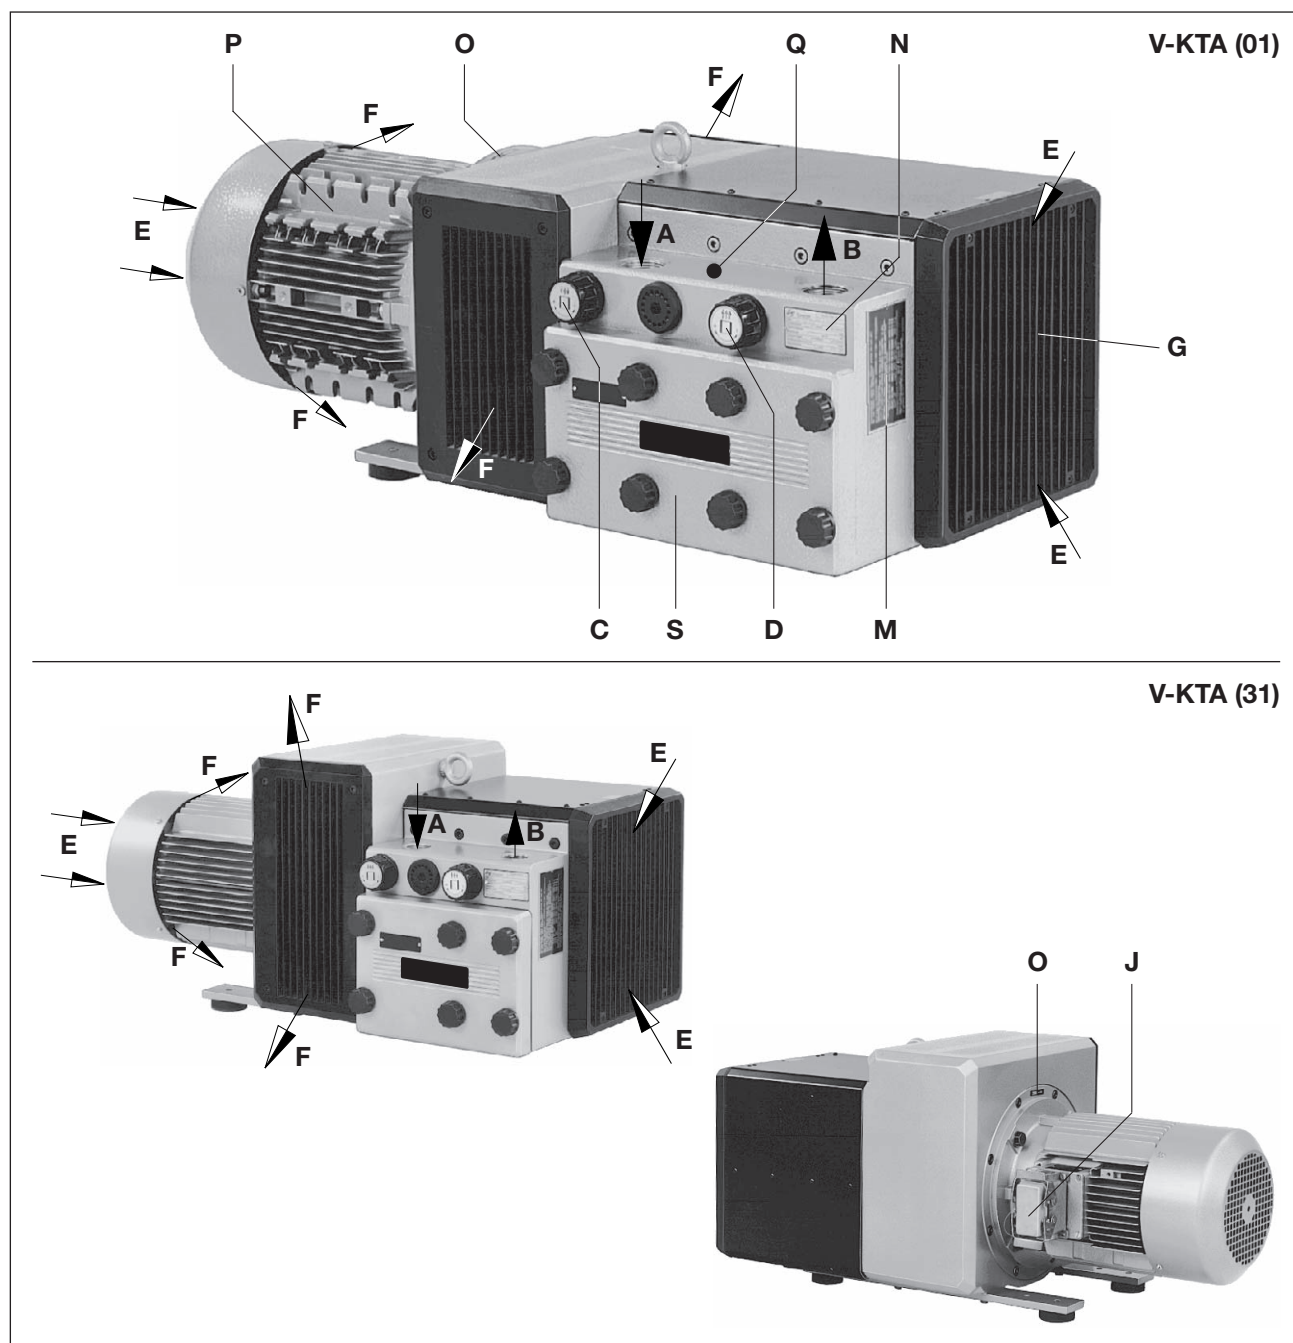

Fig. 2 Pompa combinata vuoto-pressione V-KTA
La portata volumetrica nominale è di 60, 80, 100 e 140 m³/h a 50 Hz. I limiti di carico (bar) sul lato pressione e aspirazione sono indicati sulla targhetta dati (Fig. 2/N). Il foglio dati D 452 e D 453 indica la dipendenza della portata volumetrica dalle sovrapressioni.
Il corpo del filtro (Fig. 2/S) deve essere facilmente accessibile.
Gli ingressi (Fig. 2/E) e le uscite (Fig. 2/F) dell'aria di raffreddamento devono avere una distanza di almeno 30 cm dalle pareti vicine. L'aria di raffreddamento fuoriuscita non deve essere riaspirata. Per i lavori di manutenzione deve essere prevista una distanza di 40 cm prima del corpo del filtro (Fig. 2/S) e la griglia di aspirazione (Fig. 2/G).
- a) Collegamento vuoto (Fig. 2/A) e collegamento pressione (Fig. 2/B).
Gli ambiti di pressione e vuoto necessari possono essere impostati con la valvola di regolazione della pressione (Fig. 2/D) e del vuoto (Fig. 2/C) in base alla targhetta simboli della manopola di regolazione.
- a) I dati elettrici del motore sono indicati sulla targhetta dati (Fig. 2/N) o sulla targhetta dati motore. I motori sono conformi a DIN EN 60034 e sono eseguiti con classe di protezione IP 55 e classe isolamento F. Lo schema di collegamento è situato nella morsettiera del motore (non si applica nella versione con collegamento a spina). I dati del motore devono essere confrontati con quelli della rete di alimentazione usata (tipo corrente, tensione, frequenza di rete, amperaggio ammesso).
- b) Collegare il motore attraverso il connettore a spina (Fig. 2/J) ossia l'interruttore magnetotermico (per la protezione dell'interruttore magnetotermico e dello scarico di trazione del cavo di collegamento è necessario prevedere un pressacavo). Consigliamo di usare interruttori magnetotermici con disattivazione ritardata, dipendente da un ev. sovraccarico. Sovraccarichi di breve durata possono verificarsi se si avvia la macchina a freddo.
Durante il funzionamento, le superfici dei componenti (Fig. 2/Q) possono superari i 70°C. Evitare di toccare le superfici calde (contrassegnate da appositi cartelli)!
I sacchetti essiccanti posti nella scatola del filtro (Fig. 2/S) devono essere tolti prima della prima messa in funzione.
- ▷ Il senso di rotazione previsto dell'albero di azionamento è contrassegnato dalla freccia (Fig. 2/O) sulla flangia motore.